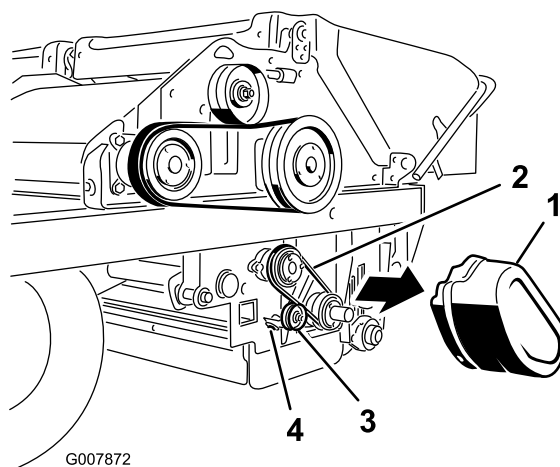

Figura 62
3. Empurre a polia intermédia para a correia e aperte a porca da polia intermédia (Figura 62).
1. Retire a cobertura da correia (Figura 62).
2. Desaperte a porca na polia intermédia (Figura 62).